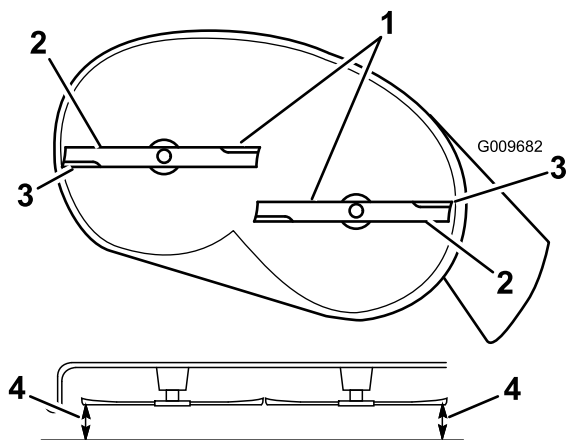

Figura 52
- Gire cuidadosamente las cuchillas hasta que estén todas orientadas lateralmente (Figura 52).
- Mida entre los bordes de corte exteriores y la superficie plana (Figura 52). Si hay una diferencia de más de 5 mm (3/16") entre ambas dimensiones, se requiere un ajuste; siga con este procedimiento.